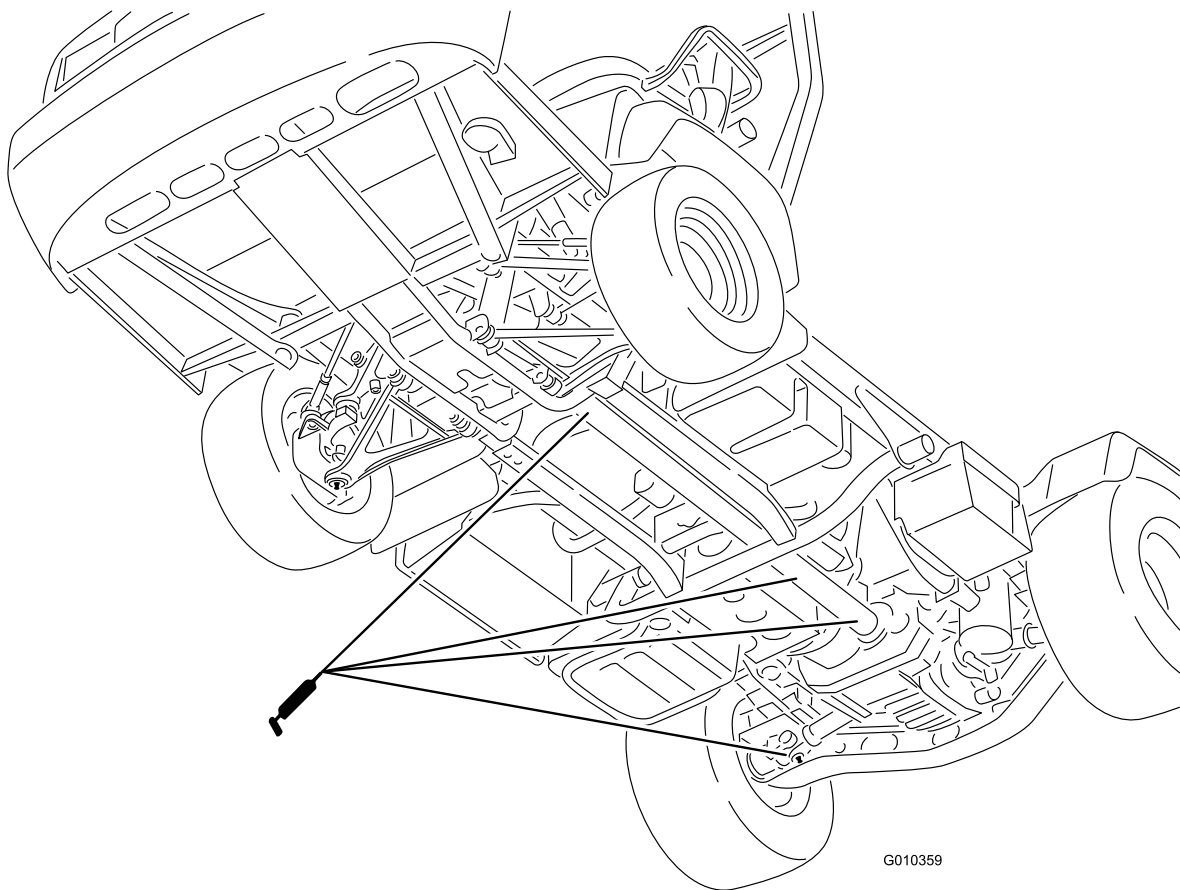

Bild 45
- U-Gelenk (18) und Allradantriebsachse (3) (Bild 45)